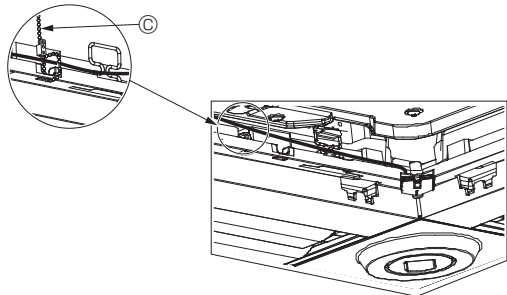

Fig. 5-13
- Зафиксируйте провода датчика i-See и приемника сигнала на панели с помощью зажима, как показано на схеме, чтобы провода не провисали, после чего отрежьте лишнюю часть зажима. (Fig. 5-13)
- Если положение датчика i-See было изменено с "o" (E) на положение "□" (F), измените настройки выключателя. (См. стр. 186.)